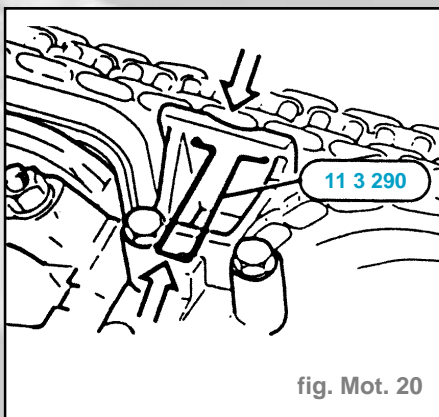

fig. Mot. 20
- Enfoncer le tendeur de chaîne supérieur et le verrouiller avec l'outil spécial **11 3 290** (fig. Mot. 20).
- Déposer l'outil spécial **11 3 290** (fig. Mot. 20).